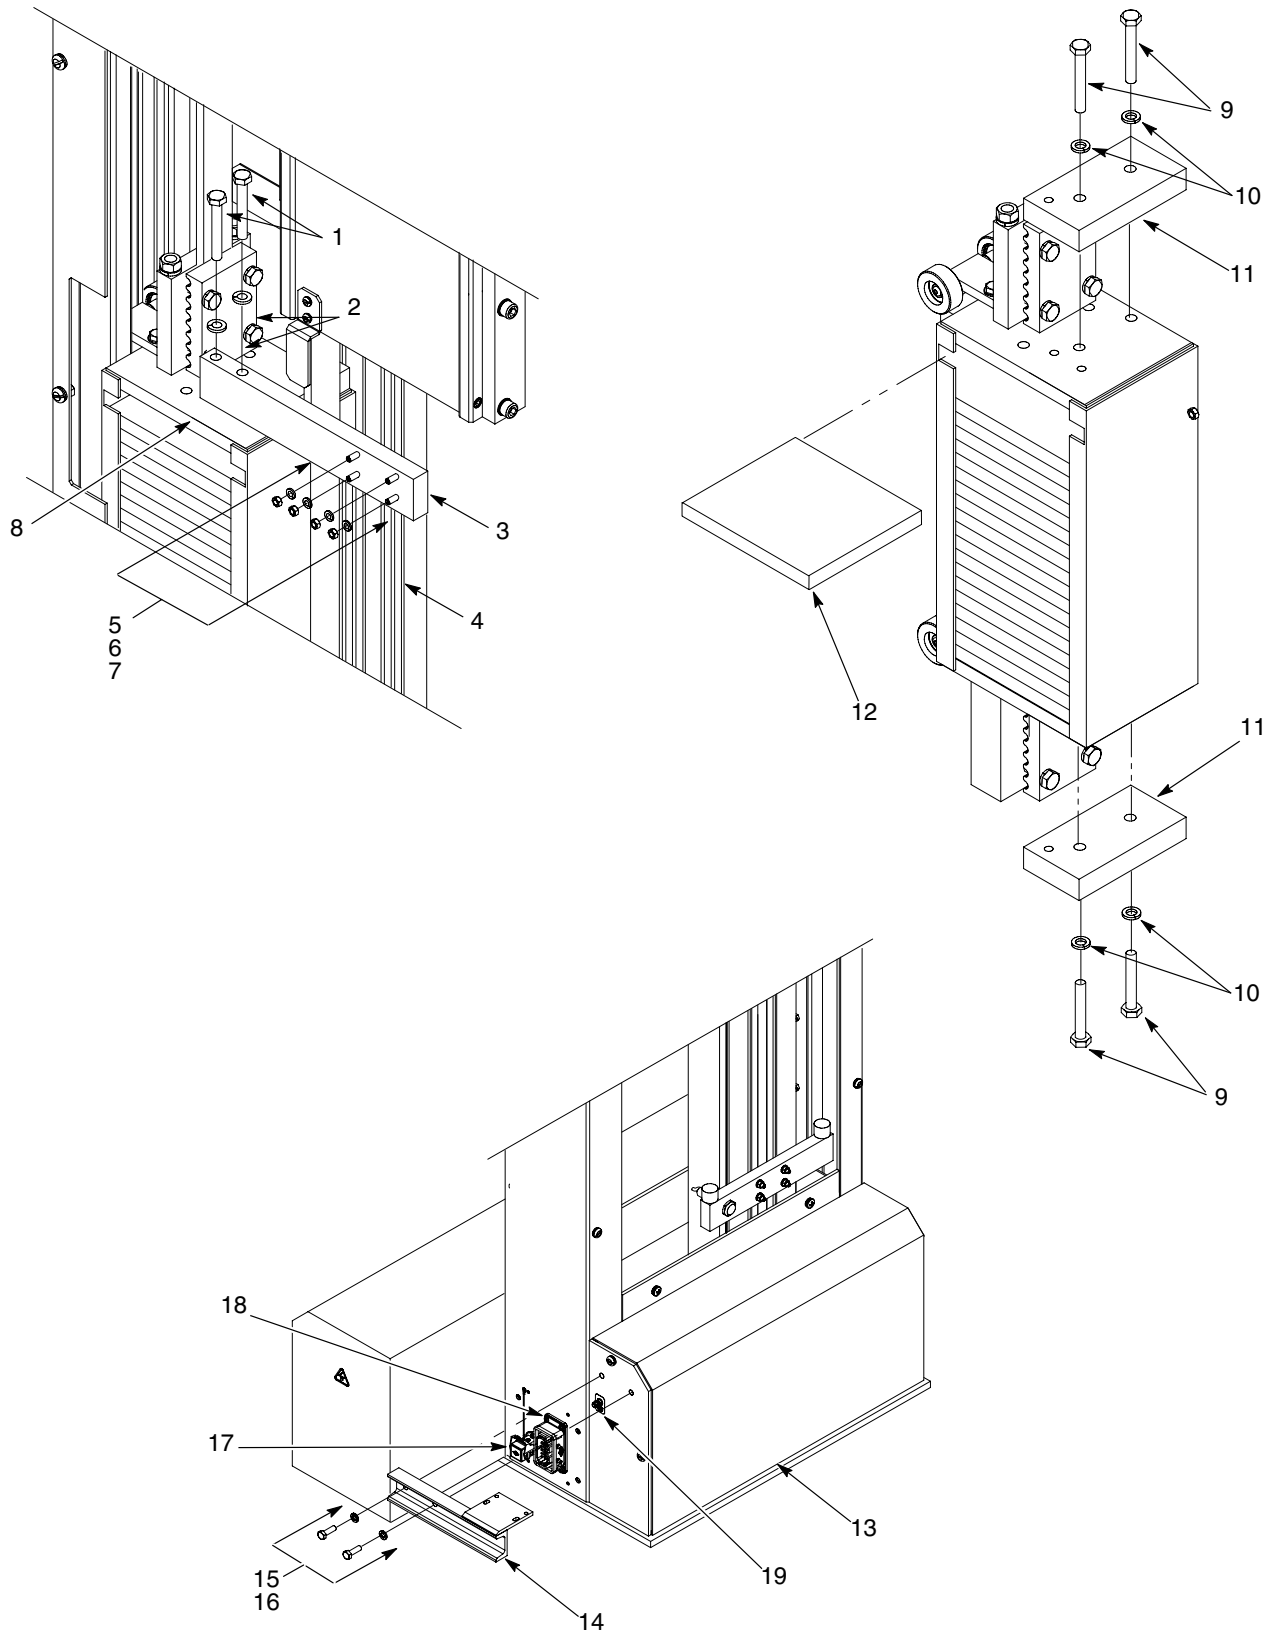

Abb. 5 Mitgelieferte Komponenten installieren
1. Siehe Abbildung 5. Die Schrauben (1) und Sicherungsscheiben (2) abnehmen, mit denen der Sicherungsbügel (3) des Wagens am Gegengewichtskorb (8) befestigt ist.
4. Siehe Abbildung 5. Das Kabel zwischen Motor und Steuerung am Motorstecker (17) an der Rückseite des Hubwerks anschließen.
5. Das Kabel zwischen Sensor/Drehimpulsgeber und Steuerungsschnittstelle am Sensorstecker (18) an der Rückseite des Hubwerks anschließen.
6. Einen Erdungsleiter vom Rahmen der Sprühkabine zur Erdungsklemme (19) anschließen. Dieser Erdungsleiter kann auch an die Erdungsklemme an der Basis des Ein-/Aus-Positionierers angeschlossen werden.